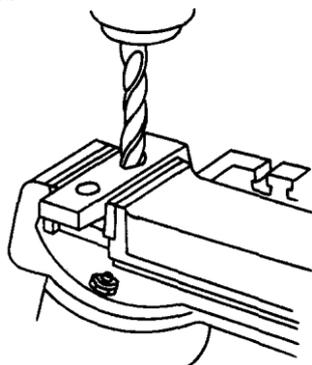
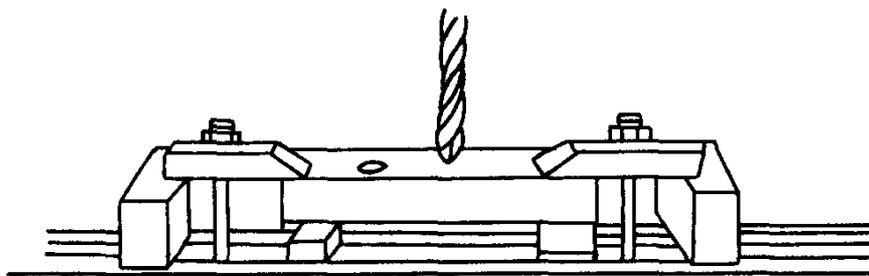

图 C-95 用平口钳装夹工件钻孔
图 C-96 用压板、螺栓装夹工件钻孔
用麻花钻头在实体工件上加工孔的方法称为钻孔，见图 C-95 和图 C-96。钻孔的精度一般可达到 IT12~IT11，表面粗糙度 Ra 值可达到 12.5~6.3 μm。
(1) 按划线钻孔按图样上孔的位置尺寸要求，在工件上划出孔的中心位置线和孔径尺寸线，并在孔的中心位置及孔的圆周上打样冲眼。较小的工件可用平口钳装夹，见图 C-95；较大的工件可用压板、螺栓装夹，见图 C-96。